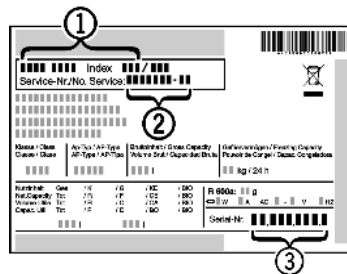

Fig. 4
- ▶ Наименование устройства *Fig. 4 (1)*, сервисный № *Fig. 4 (2)* и серийный № *Fig. 4 (3)* считайте с заводской таблички. Заводская табличка находится внутри устройства слева.
- ▶ Обратитесь в сервисную службу и сообщите вид неисправности, наименование устройства *Fig. 4 (1)*, сервисный № *Fig. 4 (2)* и серийный № *Fig. 4 (3)*.